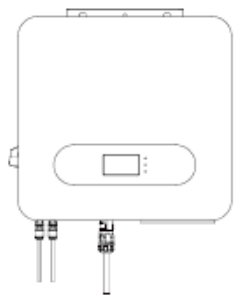
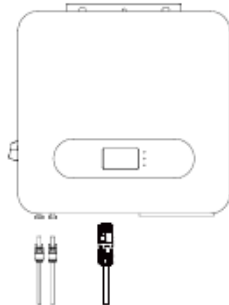

Fig.7-1
Fig.7-2
- 5) Apăsăți butonul din dreapta terminalului așa cum se indică în Fig.7-1, Când se aude clic, puteți trage adaptorul terminalului CC pozitiv și negativ așa cum se indică în Fig.7-2.